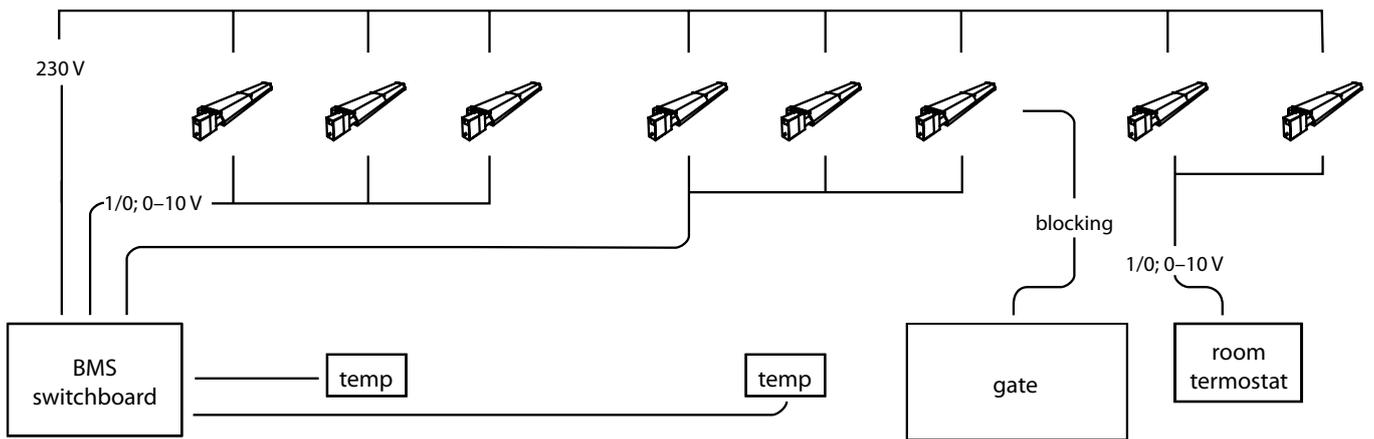

Abb. 45: Schema der Steuerung durch analoge Signale
Das Signal „gewünschte Leistung“ kann wie folgt zugeführt werden (Abb. 45). Als Signal 0–10 V an die Klemme (4), gegen GND an der Klemme (1) des Steckers X3.